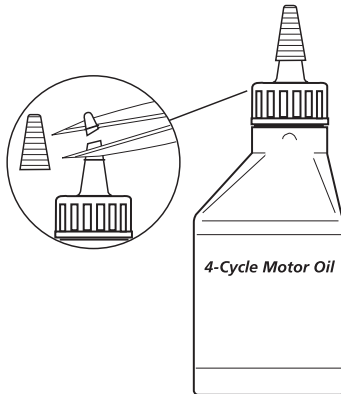

Fig. 16
Su unidad trae una botella de aceite SAE 30 SF, SG, SH de 90 ml (3,0 onzas fluidas) (Fig. 16).
1. Desenrosque la tapa de la botella de aceite y retire el sello de papel que cubre la apertura. Vuelva a colocar la tapa. Corte la punta de la boquilla del embudo (Fig. 16).